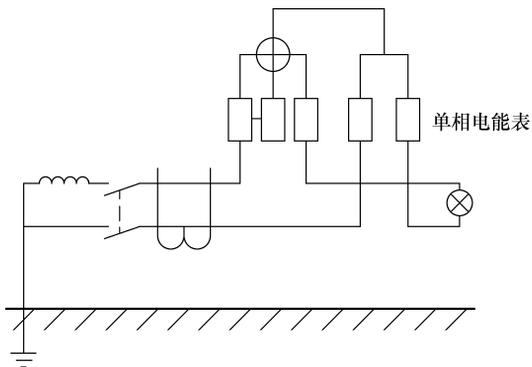

图 1-32
1. 识读电能表和两极剩余电流断路器电路（见图 1-32）。